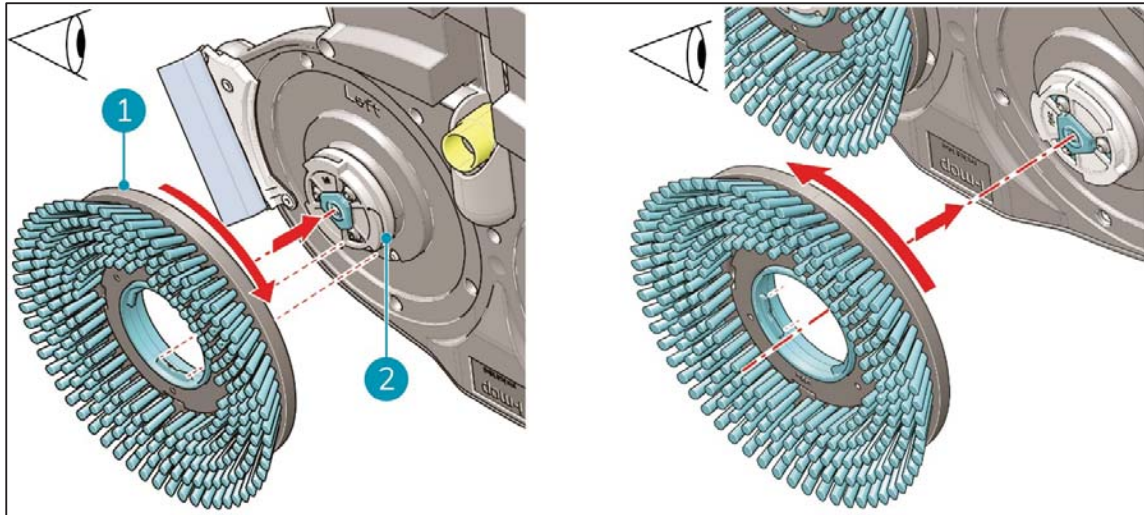

Figure 9
3. Alignez la brosse gauche (Figure 9, pos 1) avec le disque de moteur gauche (Figure 9, pos 2). Alignez les loquets et les encoches de la brosse et du disque du moteur.